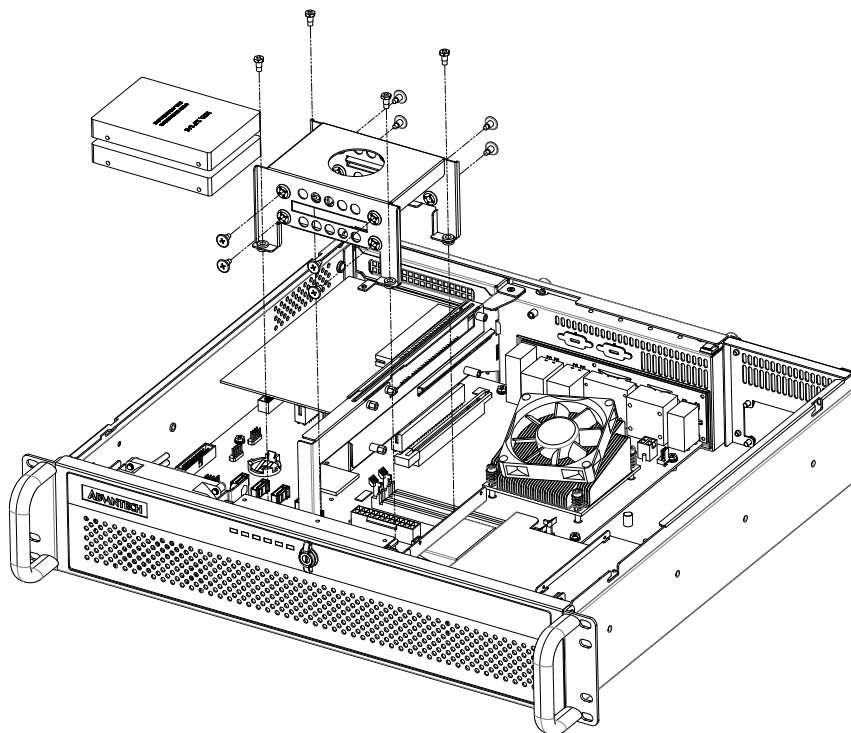

Figure 2.6 Installing internal HDDs/ 安裝內置 HDD/ 安裝內置 HDD
1. To install the 2.5" internal HDD, simply release the four screws on top of the disk drive bracket. (see Figure 2.6)
1. 安装 2.5" 内置 HDD 时, 只需卸下硬盘驱动支架上的 4 个螺丝 (如图 2.6 所示)。